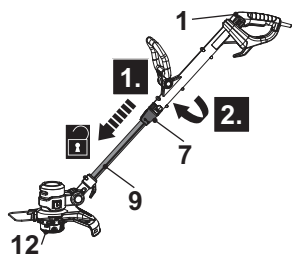

Fig. 8 (posição inicial 0°)
1. Deslize o botão de desbloqueio (7) para baixo e rode o punho principal (1) no sentido horário enquanto segura na vara inferior (9) para ajustar a cabeça do aparador (12) para um ângulo de 90° ou 180° (Fig. 8). Solte o botão de desbloqueio (7) e continue a rodar o punho principal (1) até que bloqueie na posição. Assegure que o botão de desbloqueio (7) encaixa em posição.